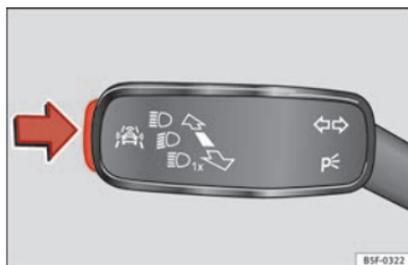

Abb. 45 Am Blinker- und Fernlichthebel: Taste für die Fahrerassistenzsysteme.
- Taste » Abb. 45 in Pfeilrichtung kurz drücken, um das Menü **Assistenten** aufzurufen.